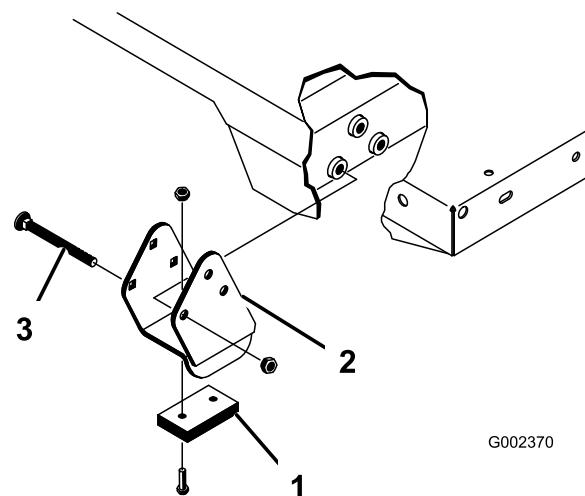

図 25
スペーサーブラケットとウェアブロック図 25はキャリッジボルトで固定しますが、このボルトは必ず頭を車両の内側に向けてください。
- 荷台を慎重に車両フレームの上に載せる 後部にある荷台のピボットプレートの穴とリアフレーム チャネル鋼材の穴を揃えて、クレビスピンとリンチピン各2個を取り付ける図 25。
- クレビスピンは荷台の外側から差し込み、リンチピンが荷台の外側に向くようにする図 25)。